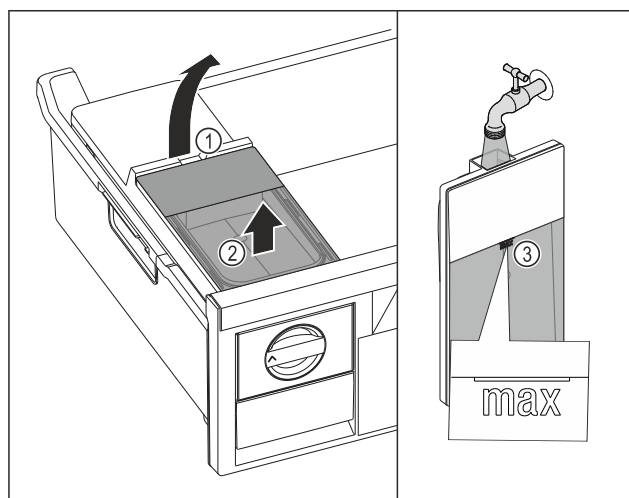

Fig. 75
- ▶ Løft vandtanken op til udsparringen Fig. 75 (1).
- ▶ Tag vandtanken ud fra oven. Fig. 75 (2)
- Fyld vandtanken med drikkevand op til mærket *Fig. 75 (3)*.